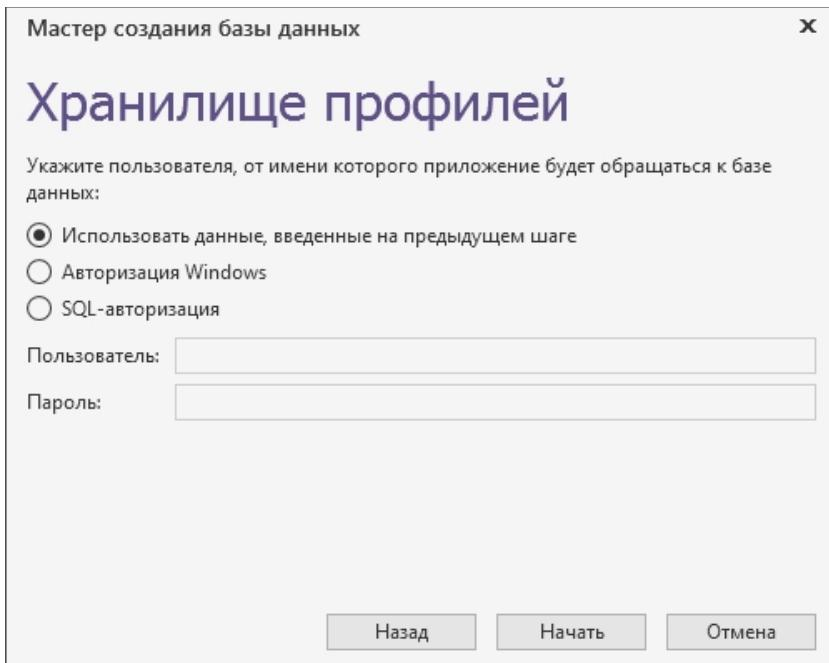

Рис. 4.54
6. На втором шаге должны быть указаны параметры пользователя, от имени которого приложение будет обращаться к базе данных (рис. 4.54).